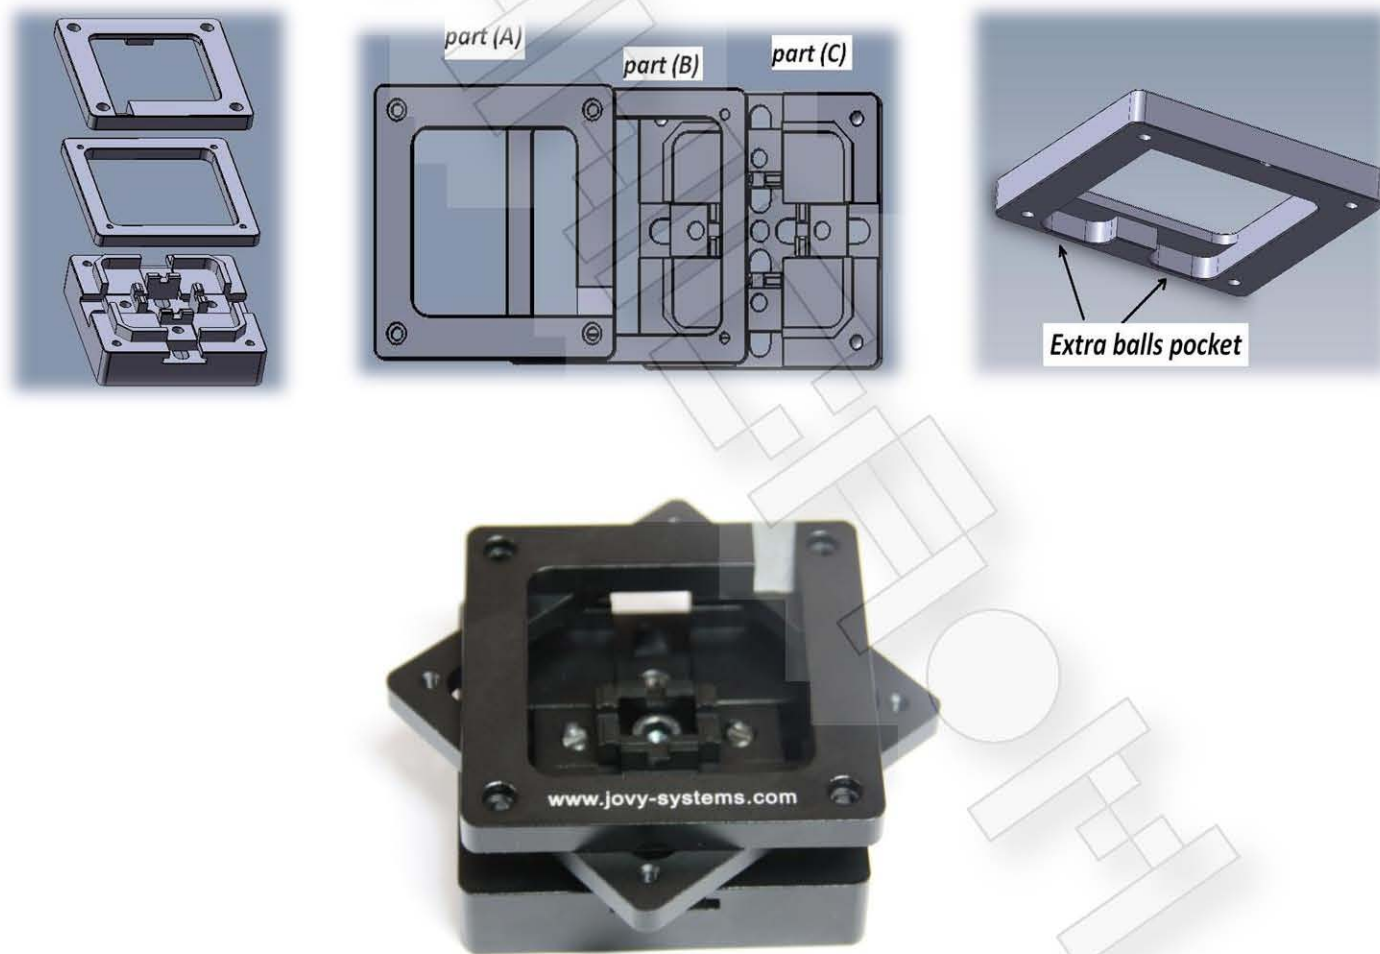

Рисунок 5
- деталь (A) – верхняя крышка имеет в нижней части карманы для шариков и 4 винта для фиксации всего пакета, а также канал для удаления лишних шариков (рис. 5);
- деталь (B) служит для выравнивания уровней интегральной схемы (ИС) и трафарета, а также для крепления детали (A);
- деталь (C) – основание, имеет винт для вертикальной регулировки и четыре регулируемых фиксатора ИС, позволяющие совместить отверстия трафарета с контактными площадками ИС.